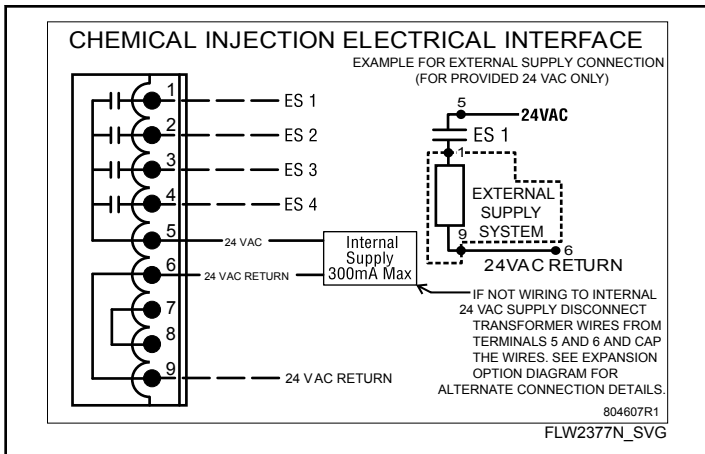

Figure 21
4. Se reporter aux instructions du système d'injection et à l'étiquette qui se trouve à l'intérieur du couvercle de la boîte de jonction du lave-linge (*Figure 21*) pour le branchement électrique.